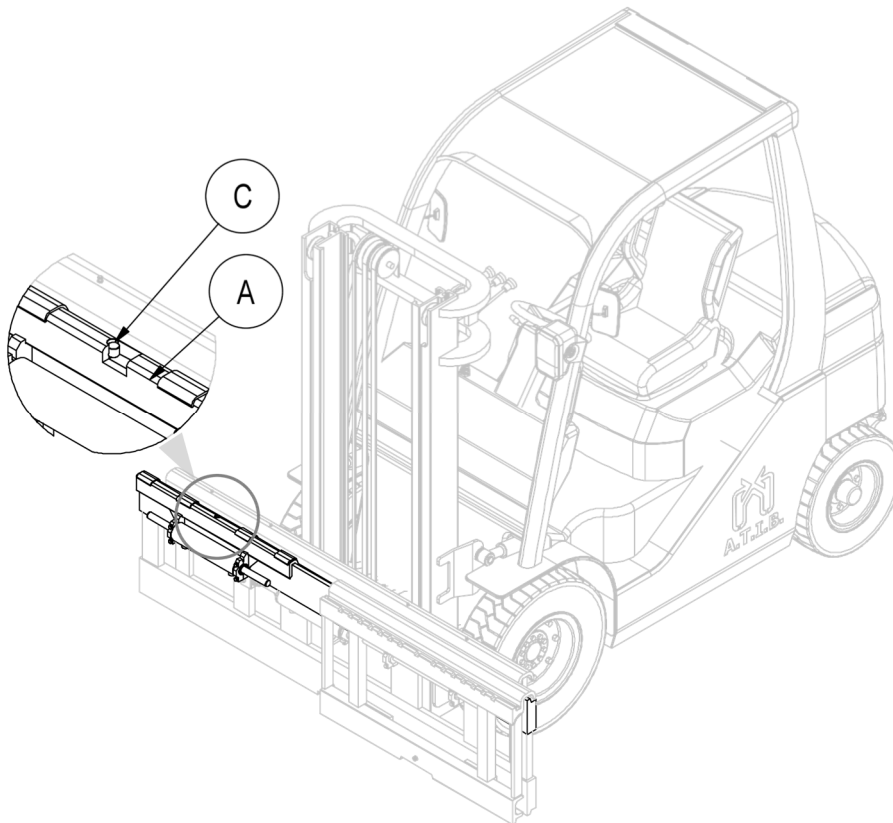

Figure 7
2. Prendre le double crochet **A** (avec ses bagues coulissantes et son vérin de translation), et le placer sur le profil supérieur de la structure arrière, en prenant soin d'encastrer le pivot **C** dans l'encoche de centrage appropriée (voir *Figure 7*).